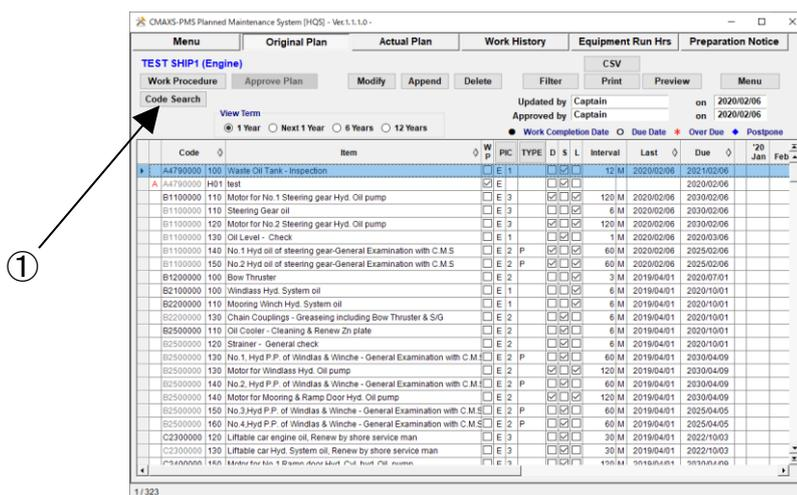

図 14-1 Original Plan 画面
- ① “Original Plan 画面” (図 14-1)で [Code Search] ボタンを選択してください。
- ② 保守作業項目を選択し、[OK]ボタンをクリックしてください。
- ③ “Original Plan 画面”に戻り、上記②で選択した保守作業項目が一番上に表示されます。